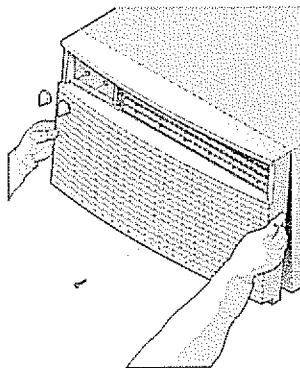
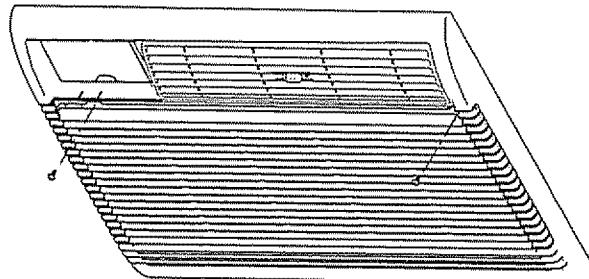

FIG. 1
FIG. 2
- Instale los tornillos de retención en el fondo del frente (Fig. 1), o detrás del asa del filtro (Fig. 2)